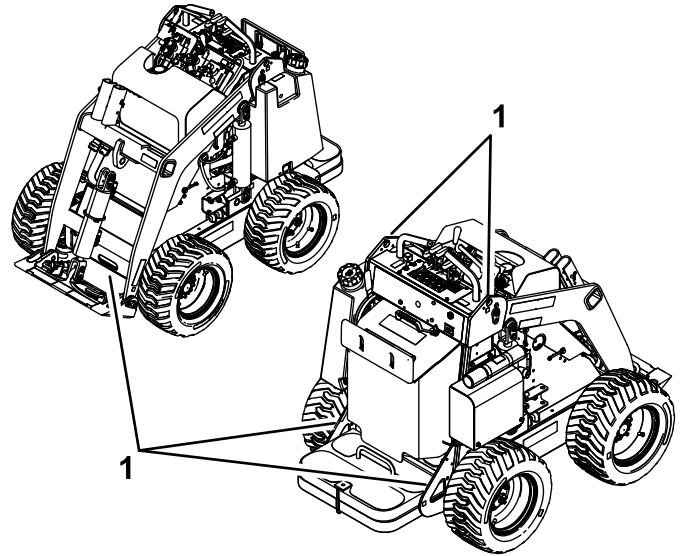

Figura 18
8. Utilizzate gli anelli di ancoraggio in metallo sulla macchina per fissare saldamente la macchina al rimorchio o all'autocarro con fascette, catene, cavi o funi (Figura 18). Fate riferimento ai regolamenti locali per i requisiti di ancoraggio.
Potete sollevare la macchina utilizzando gli ancoraggi/anelli di sollevamento come punti di sollevamento; fate riferimento a Figura 18.